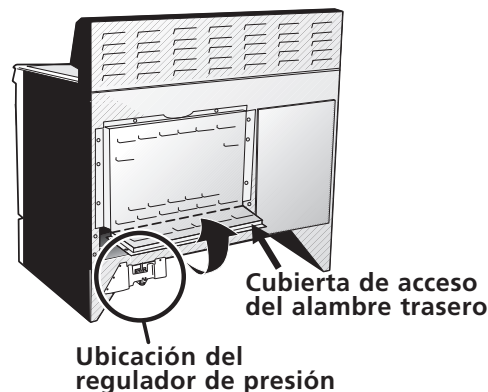

Figura 2
1. Quite los tres tornillos en la parte más baja del panel trasero, luego levante la parte más baja del panel trasero (la cubierta de acceso) exponiendo el bloque de conexiones de los terminales de la estufa (vea Figura 2).
4. Baje la cubierta del terminal y reinstale los tres (3) tornillos.
1. Quite los tres tornillos en la parte más baja del panel trasero, luego levante la parte más baja del panel trasero (la cubierta de acceso) exponiendo el bloque de conexiones de los terminales de la estufa (vea figura 2).